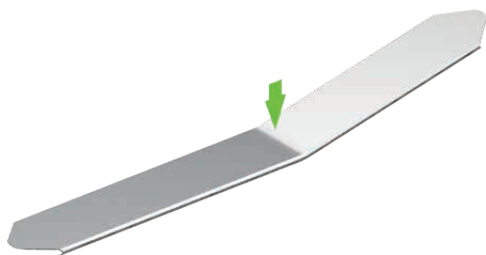

Abb. 5.22 Beschädigtes Abdeckband
- ▶ Verformungen und Knicke, wie in Abb. 5.22 dargestellt, vermeiden!